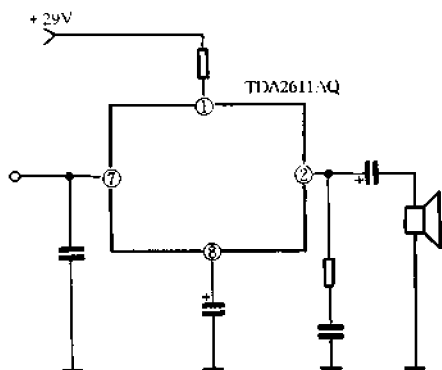

图 4-375 TDA2611AQ 相关电路
④ 检测伴音功放动态电压。一般彩色电视机伴音功放集成电路大都采用 OTL 形式。图 4-375 所示的是某型电视机的伴音集成电路 TDA2611AQ 相关电路。其输出引脚(②脚)电压应为电源电压的 1/2,且动态时的电压比静态时要高。因此,通过检测该脚电压在有无信号时的变化,即可判断集成电路的具体工作情况。